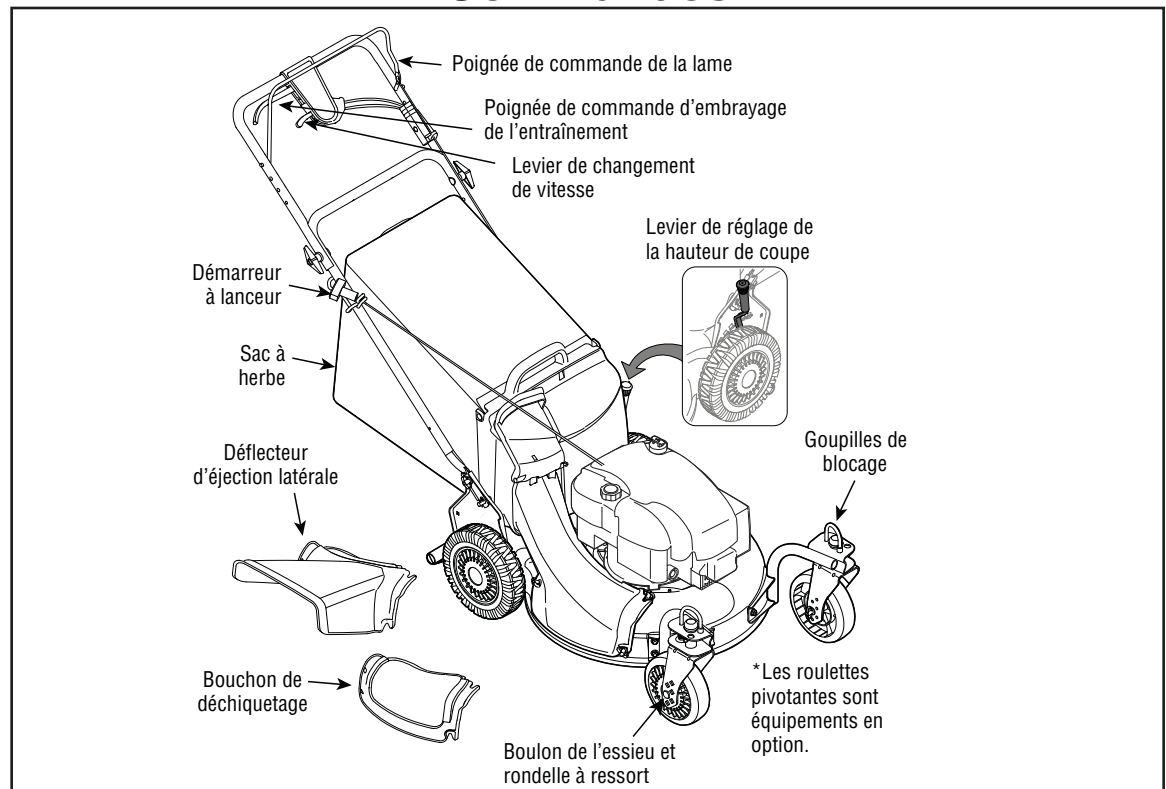

Figure 9
7. La manette de réglage détermine la hauteur de coupe de la tondeuse. La manette de réglage se trouve au-dessus de la roue arrière gauche. Tirez sur la manette et écartez-la de la tondeuse pour régler la hauteur de coupe. Déplacez-la vers l'avant ou vers l'arrière à la hauteur voulue. Voir la Figure 9.
La poignée de commande de la lame se trouve sur le guidon supérieur de la tondeuse. Voir la Figure 9. Il faut serrer cette poignée contre le guidon pour que la tondeuse fonctionne. Le fait de lâcher la poignée arrête le moteur et la lame.
Il se trouve sur le boîtier de la commande d'embrayage de l'entraînement, sur le guidon supérieur. Voir la Figure 9. Il sert à choisir la vitesse de déplacement de la tondeuse. Lâchez la commande d'embrayage de l'entraînement pour changer de vitesse.
La hauteur de coupe des roues avant est déterminée par le réglage à l'une des six positions de chaque roue pivotante. Voir la Figure 9. Enlevez l'écrou à oreilles sur le boulon de l'essieu pour ajuster la hauteur. Écartez le boulon et la rondelle à ressort de la roue pivotante et choisissez une hauteur de coupe. Placez la rondelle à ressort sur le boulon d'essieu, puis enfoncez celui-ci dans le trou carré voulu, à travers la roue. Maintenez en place avec l'écrou à oreilles enlevé précédemment.
4. Pour enclencher l'entraînement, pressez la poignée de commande de l'embrayage vers la poignée de commande de la lame. Voir la Figure 9. Lâchez la commande de l'embrayage pour ralentir pour contourner un obstacle, tourner ou pour arrêter.
5. Le levier de changement de vitesse se trouve sur le boîtier de la commande d'embrayage de l'entraînement, sur le guidon supérieur. Voir la Figure 9. Il sert à choisir la vitesse de déplacement de la tondeuse. Lâchez la commande d'embrayage de l'entraînement pour changer de vitesse.